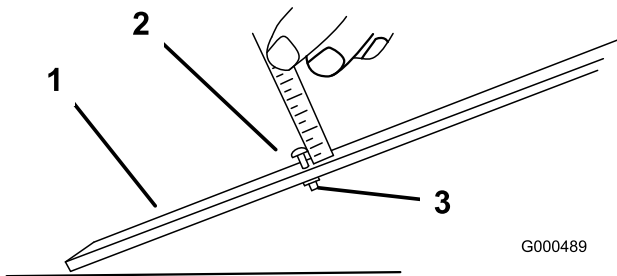

Figura 48
3. Allentate il dado sulla barra di misura (Figura 48) e posizionate la vite di regolazione all'altezza di taglio opportuna. La distanza tra la base della testa della vite e la superficie della barra è l'altezza di taglio.